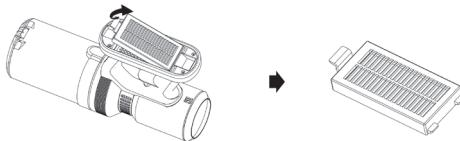

Рис. 7
- Вывните фильтр HEPA, находящийся на рукоятке пылесоса (Рис. 7).